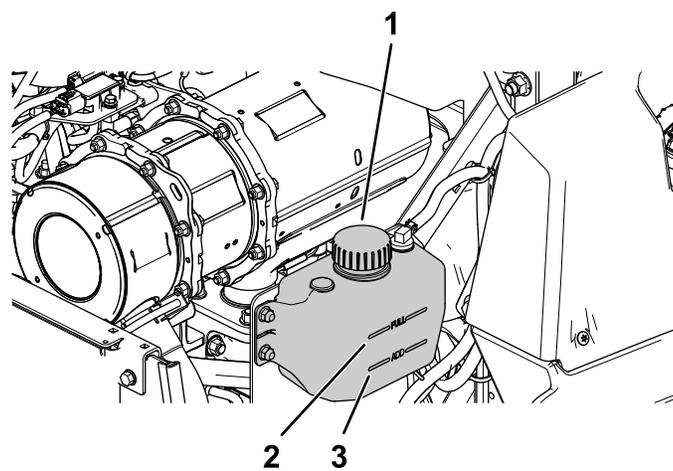

Рисунок 55
2. Проверьте уровень охлаждающей жидкости в расширительном бачке (Рисунок 55).
3. Если уровень охлаждающей жидкости низкий, снимите крышку расширительного бачка и долейте жидкость указанного типа (Рисунок 55).